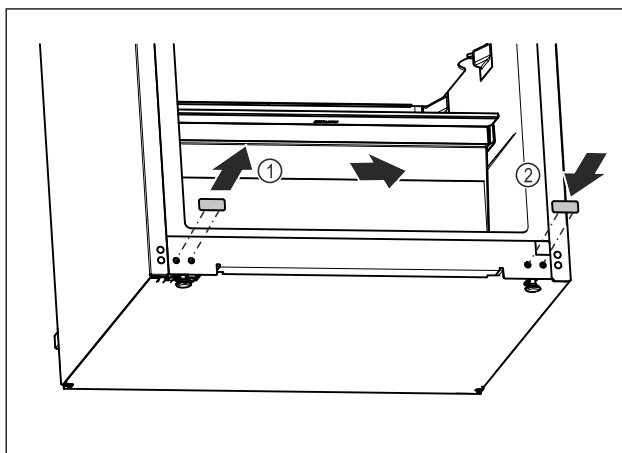

Fig. 16
- Wyjąć zatyczkę osłonki. Fig. 16 (1)
- Założyć zatyczkę osłonki po przeciwległej stronie. Fig. 16 (2)